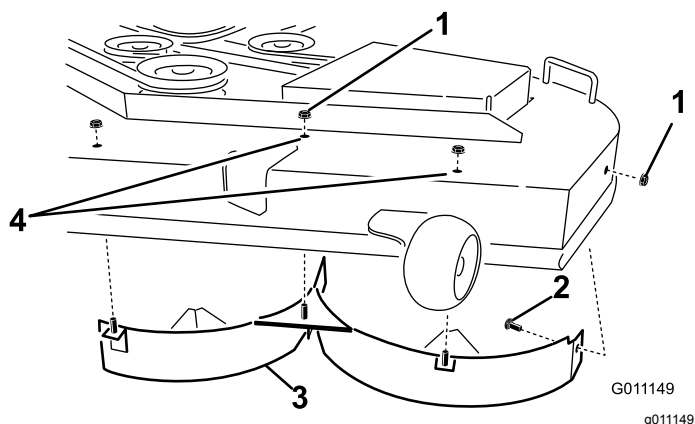

Figura 35
- Rimuovete i 3 dadi di bloccaggio (5/16") fissati sui perni saldati del deflettore sinistro in posizione centrale, a sinistra del centro ed estrema sinistra, sulla parte superiore del piatto di taglio (Figura 35).
- Rimuovete il bullone a testa tonda e il dado di bloccaggio che fissano il deflettore sinistro al lato del piatto di taglio (Figura 35).
- Staccate il deflettore di sinistra dal piatto di taglio (Figura 35).
- Individuate i 2 bulloni tra le parti sciolte e utilizzate i dadi di bloccaggio esistenti e montate questi elementi di fissaggio nei fori illustrati nella Figura 35, sul piatto di taglio, per prevenire il rischio di detriti volanti.